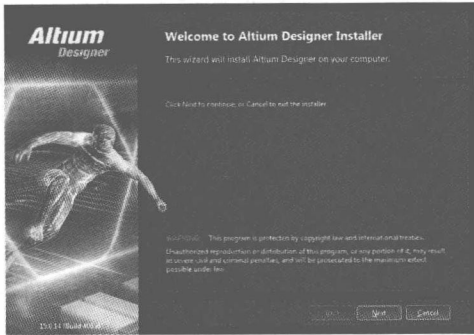

图 1-1 安装界面
1) 双击安装目录里的 setup.exe 文件，软件开始安装，系统弹出如图 1-1 所示的 Altium Designer 15 安装界面。